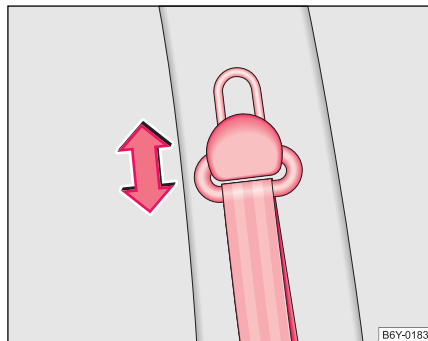

Abb. 95 Vordersitz:
- Zum Einstellen drücken Sie auf den Umlenkbügel und verschieben ihn nach oben bzw. unten ⇒ Abb. 95.